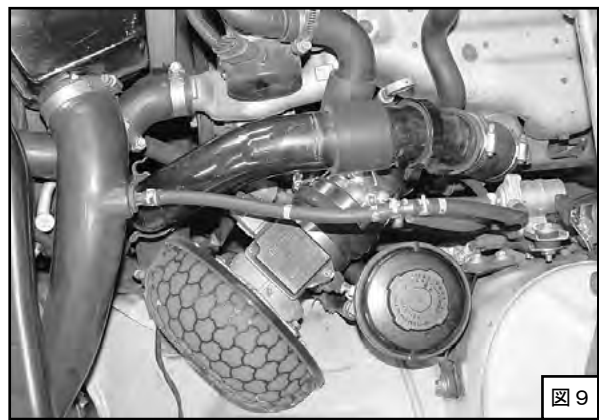

図 9
- (5) クリーナアセンブリとボディのもっとも接近している位置に、クッションテープを貼り付けてください。
- (6) エアフロメータ及びパワーフロー本体がパワステホース・チャンバーパイプ・ボディなどと干渉しないように位置を決めてください。位置が決まったら、ホースバンド・ナットを固定してください。(図9)
- (7) エアフロメータのコネクタを接続してください。
- (8) チャンバーパイプを取付け、タイラップ(大)でリサキュレーションホースと固定してください。(図9)
- (9) 各部のクリアランスを再度確認し、接触すると予想される部分には、事前に予備のクッションテープを貼ってください。